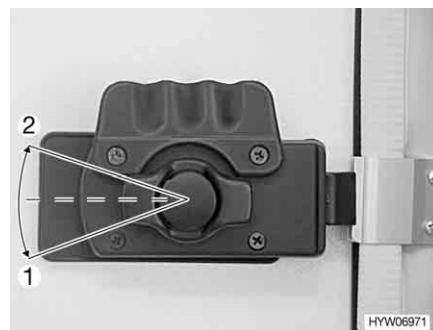
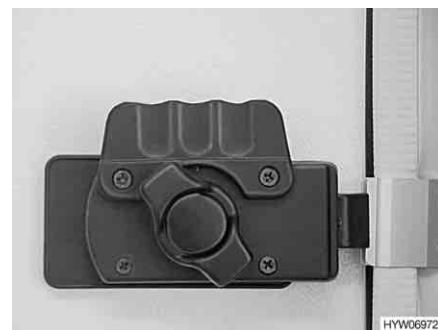

Fig. 21 Serratura della porta, lato interno, aperta
Fig. 22 Serratura della porta, lato interno, bloccata
*Apertura:* ■ Ruotare la manopola della porta in senso antiorario (Fig. 21,1).
*Bloccaggio:* ■ Ruotare la manopola di circa 45° in senso orario e lasciarla in questa posizione (Fig. 21,2 e Fig. 22).